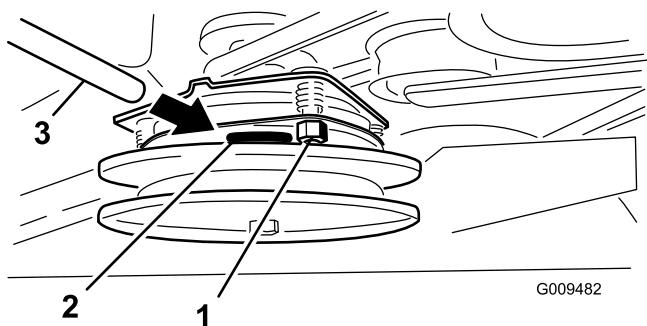

Figura 61
3. Apriete las contratuerzas hasta fijar ligeramente la galga pero dejando que ésta se pueda mover con facilidad en la separación (Figura 61).